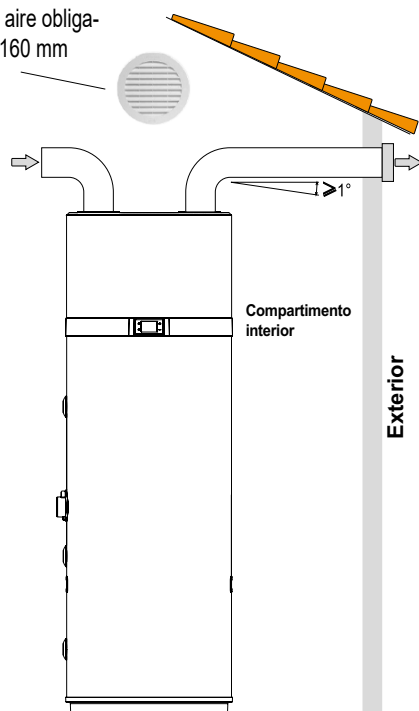

fig. 52 -Ejemplo de conexión de salida de aire
- Realizar un canal de aire dedicado como se indica en la fig. 52.